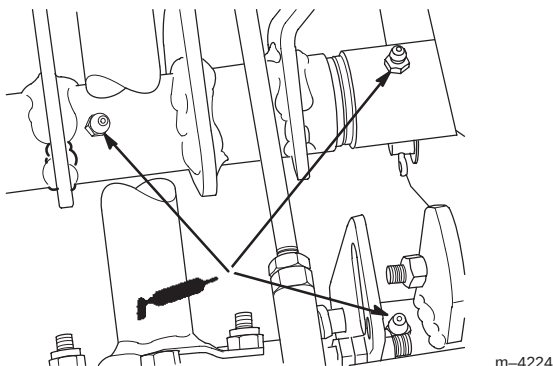

Figure 33
4. Lubrifiez les trois graisseurs (Fig. 33).